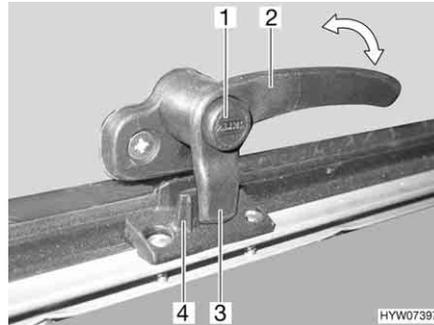
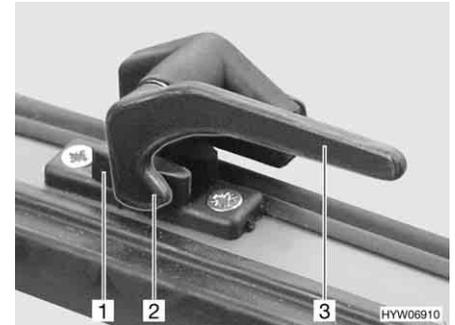

Fig. 92 Palanca de bloqueo con botón de seguridad en la posición de "cerrado"
Fig. 93 Palanca de bloqueo en la posición de "cerrado"
- Si existe, pulsar el botón de seguridad (Fig. 92,1) y mantenerlo pulsado.
- Girar la palanca de bloqueo (Fig. 92,2 ó Fig. 93,3) un cuarto de vuelta hacia la mitad de la ventana.
- Girar la palanca de bloqueo (Fig. 92,2 ó Fig. 93,3) un cuarto de vuelta hacia el marco de la ventana. El saliente de bloqueo (Fig. 92,3 ó Fig. 93,2) de la palanca de bloqueo se encuentra en la cara interior del bloqueo de la ventana (Fig. 92,4 ó Fig. 93,1).
- En la posición "cerrada fijamente" (Fig. 92 y Fig. 93)